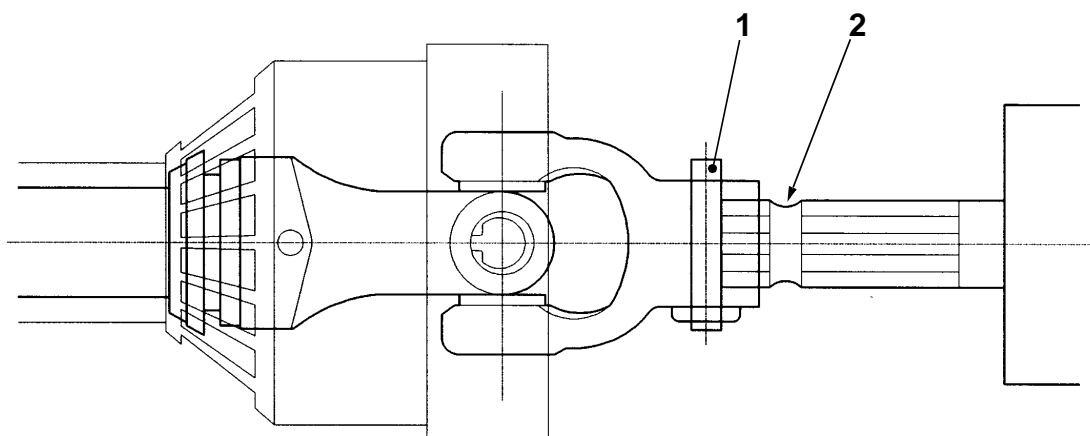

Fig. 4-20 *Collegamento albero cardanico con spina di sicurezza*
Prima di procedere al collegamento, controllare che la spina di sicurezza 1 (Fig. 4-20) scorra liberamente. In caso contrario, provvedere alla sua pulizia e ad eventuale lubrificazione.
- Innestare e spingere l'albero cardanico sull'albero scanalato della scatola ingranaggi finché si arresta (Fig. 4-20).
Before the connection make sure the safety pin 1 (Fig. 4-20) slides freely. Otherwise take care of its cleaning and if necessary lubricate it.
- Insert and push the cardan shaft on the gearbox splined shaft, until it stops (Fig. 4-20).